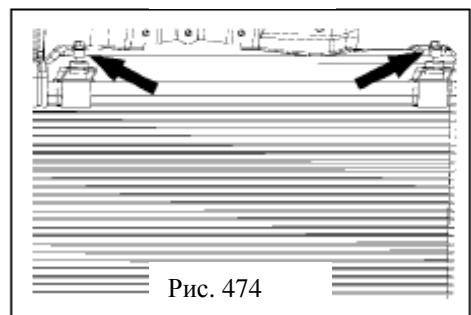

Рис. 474
- 7. Снимите корпус конденсатора(рис. 474)**